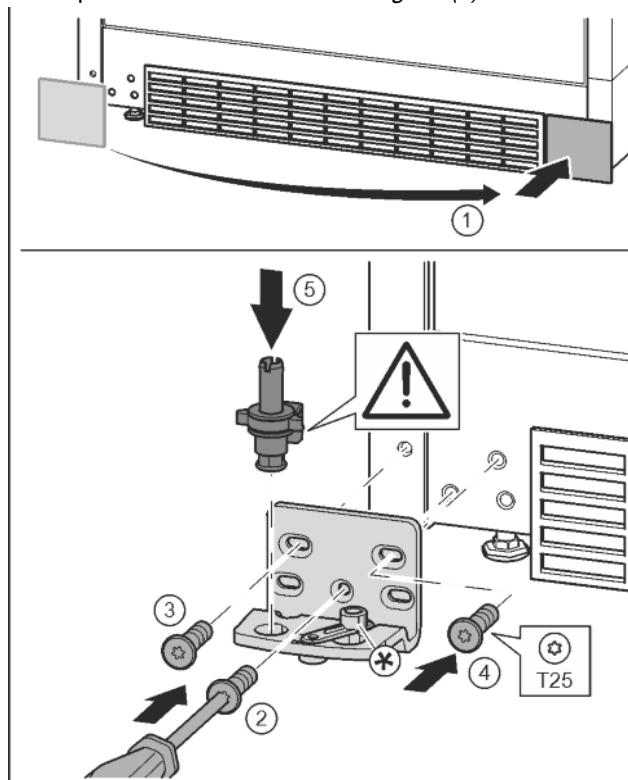

Fig. 13
- Свалете капака и го поставете от другата страна. Fig. 13 (1)
► Поставете лагерната стойка от другата страна и я завийте с помощта на отвертка T25. Започнете с винт 2 долу в средата. Fig. 13 (2)
► Затегнете винт 3 и 4. Fig. 13 (3, 4)
► Вкарайте изцяло лагерния болт. При това обърнете внимание на това, фиксиращата гърбица да сочи назад. Fig. 13 (5)